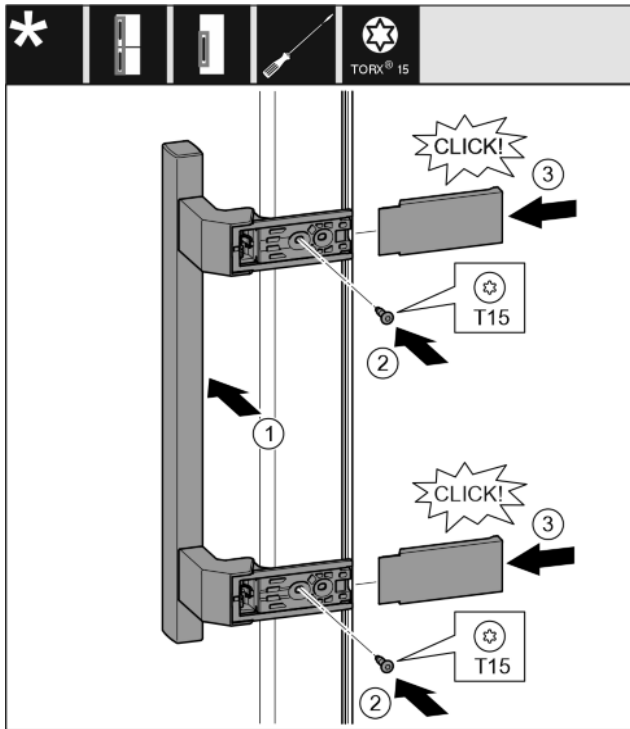

Fig. 31
- ▶ Greep op de tegenoverliggende zijde aanbrengen. Fig. 31 (1)
- ▷ De schroefgaten moeten precies boven elkaar liggen. Fig. 31 (2)
- ▶ Schroeven met schroevendraaijer T15 vastschroeven. Fig. 31 (2)
- ▶ Afdekkingen zijdelings aanbrengen en erop schuiven. Fig. 31 (3)